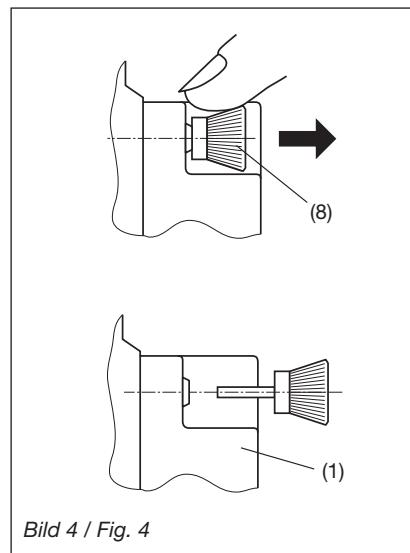

Bild 4 / Fig. 4
Zum Demontieren den gerändelten Kopf (8) der Kunststoff-Spreiznieten mit den Fingern herausziehen (Bild 4). Das Erweiterungs-Modul (1) lässt sich jetzt abnehmen.
Pour le démontage, retirer les rivets spéciaux en les tenant par leur tête moletée (8) (Fig. 4). Le module complémentaire (1) peut maintenant être débroché.